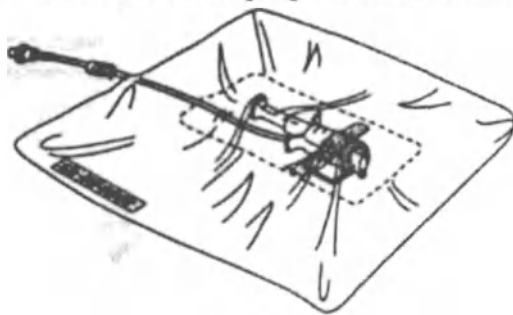

Рисунок 2
9. После размещения иглы поместите прилагаемую вспомогательную пену в карман под поршень для обеспечения стабильности иглы на коже. Плотнo закрепите PPS CT окклюзионной прозрачной повязкой. (Рисунок 2).